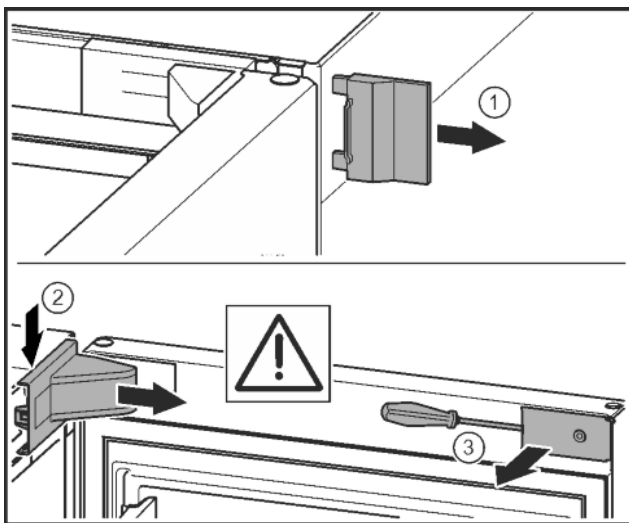

Fig. 10
- ▶ Äußere Abdeckung abnehmen. Fig. 10 (1)
- ▶ Lagerbockabdeckung austrasten und lösen. Lagerbockabdeckung abnehmen. Fig. 10 (2)
- ▶ Blende mit Schlitzschraubendreher austrasten und zur Seite schwenken. Fig. 10 (3)